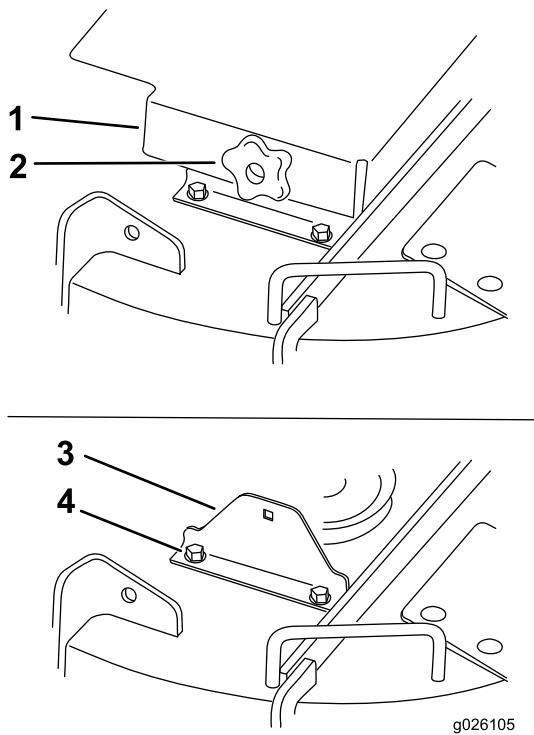
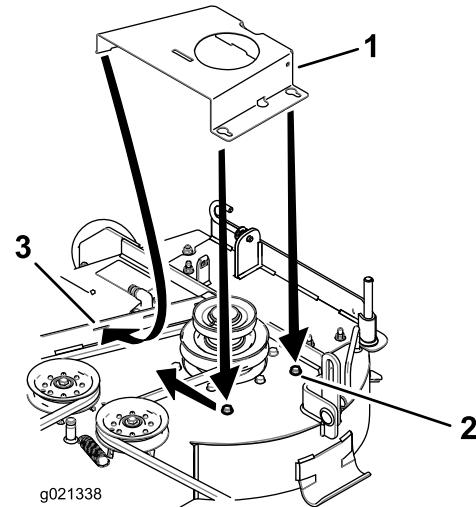

Figure 3
Figure 9
Remarque: Cette procédure est réservée aux couvercles de courroie munies de boutons, comme montré à la Figure 3.
1. Enlevez les boutons et le couvercle de courroie du tablier de coupe (Figure 3).
2. Déposez le support qui est fixé au tablier de coupe (Figure 3). Conservez les boulons en prévision de la repose du couvercle de courroie en métal.
4. Pour les machines équipées de boutons de couvercle de courroie (Figure 3), montez les boulons utilisés pour le support. Reportez-vous à la Figure 9 pour l'utilisation
7. Glissez le couvercle de courroie en métal en avant pour que les languettes avant s'engagent dans les fentes et que les têtes des boulons glissent dans les trous allongés (Figure 9).